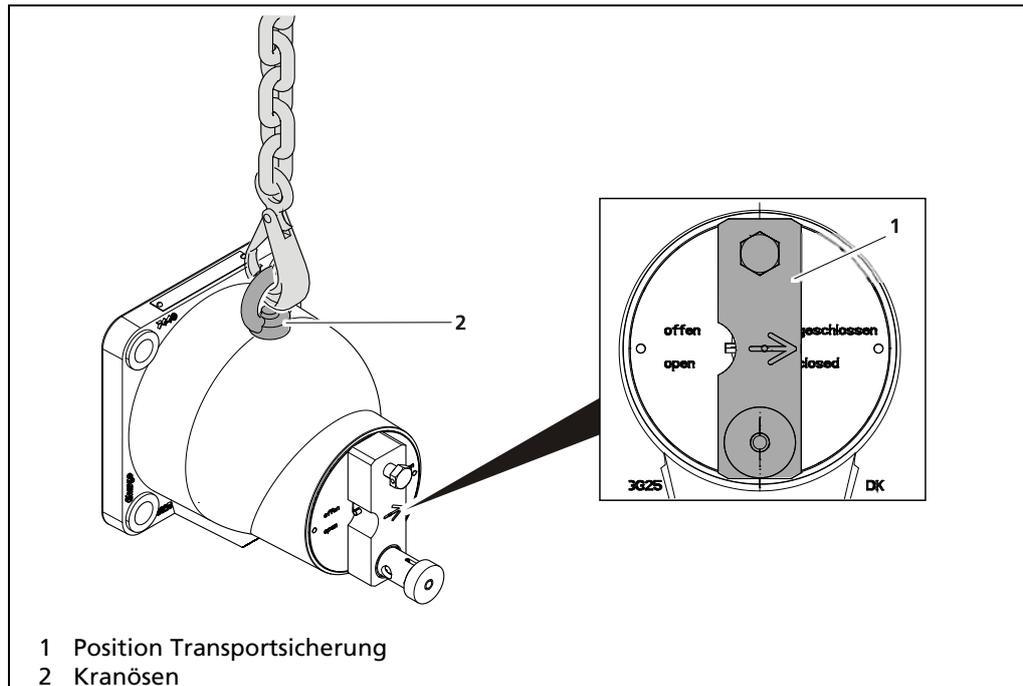

Abb. 6 Abschirmung geschlossen (Position CLOSED)
2. Abschirmung mit ausreichend dimensionierten und geprüften Anschlagmitteln an den Kranösen (Abb. 6, Pos. 2) anschlagen.